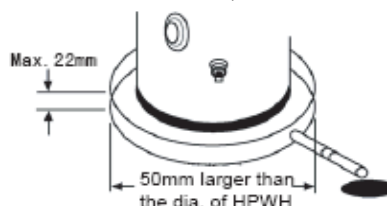

Fig. 5-2
- ♦ Se till, att du har alla delar, som behövs för rörinstallationen: vattenrör, ventiler, filter (se på Fig. 5-2).
■ Förmodligen det kan orsaka vattenläckage på grund av blockering under dränering, men det föreslås ändå att använda vattensamlaren, som man ser på Fig. 5-2.